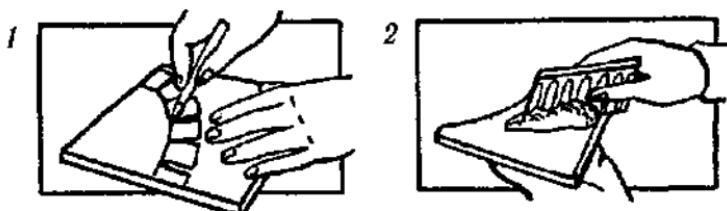

Рис. 108. Кладка по сложному контуру.
Используют шаблон так (рис. 108): по нему размечают вырез на плитках (1); режут плитку; при кладке плитки со сложным вырезом следует увеличить слой **клея**(2).